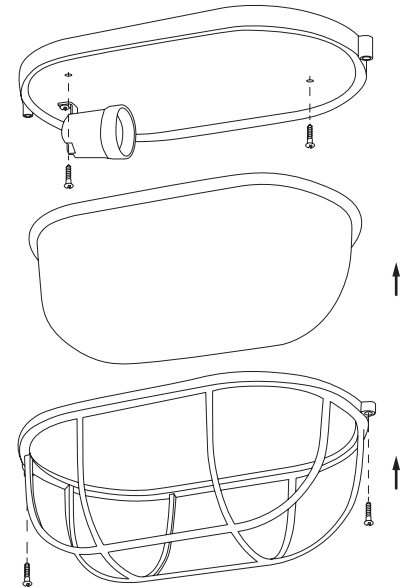

Рис. 1
- Открутив два винта по периметру светильника, снимите прижимное кольцо (для мод. 002 - защитную решетку), а затем снимите рассеиватель (Рис. 1).